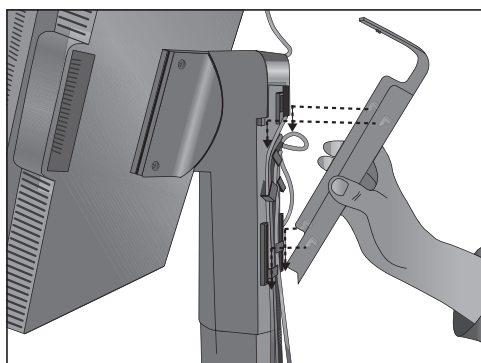

Рисунок D.1
8. Плотно прижмите кабели и установите крышку отсека распределения кабелей на подставке (Рисунок D.1). Чтобы снять крышку кабельного отсека, поднимите ее, как показано на рисунке D.2.